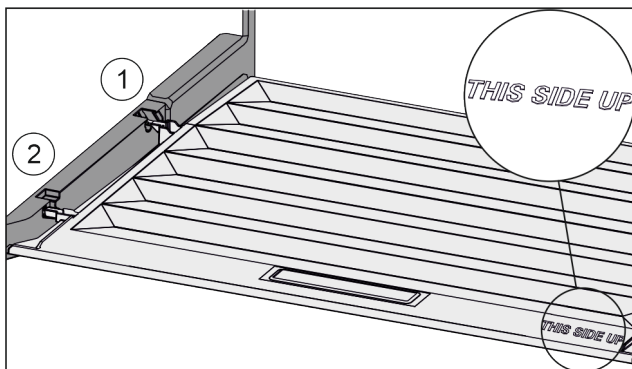

Fig. 39
- ▶ Пъхнете шийките на капака през отвора в задния държач Fig. 39 (1) и фиксирайте отпред в държача Fig. 39 (2).